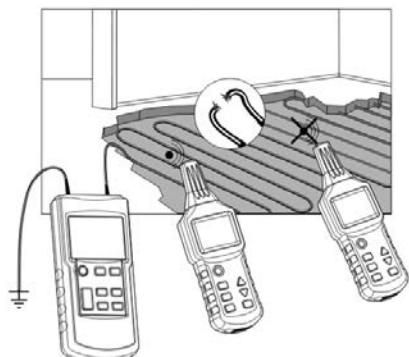

Fig. 13a
- Alla oanvända ledningar måste jordas enligt fig. 13a.
För en applikation med bara en sändare, se fig. 13a.